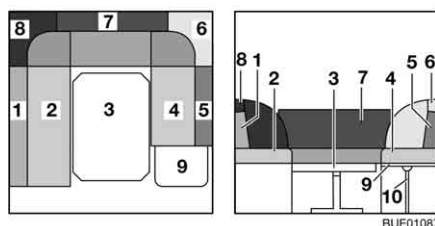

Fig. 96 Pendant la transformation
- Insérer le support (Fig. 96,10) dans le logement de la rallonge du coffre de banquette.
- Retirer les coussins de dossier (Fig. 96,1, 5, 6, 7 et 8) et les placer de côté.